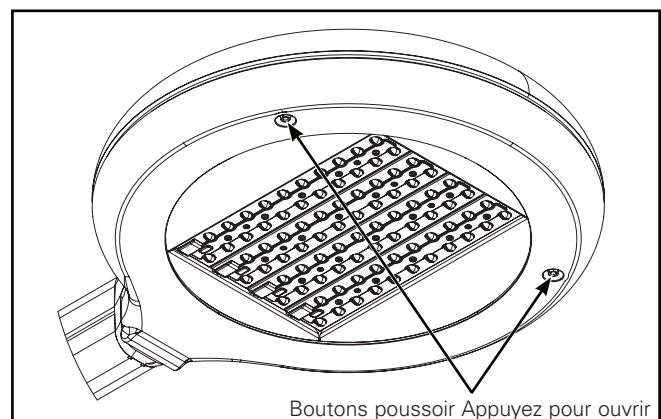

Figure 1.
### Fixation du bras au poteau (Figures 1 – 2.)
1. Ouvrez la porte et appuyez simultanément sur les deux boutons poussoir (Figure 1).